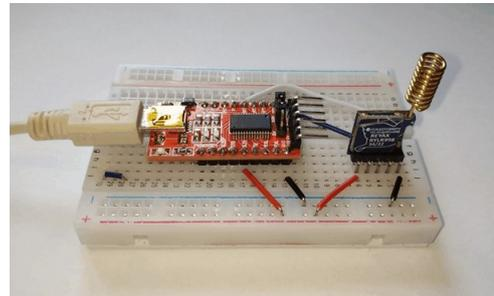

Abb. 3
**1. Weg:** Wir benutzen einen USB-UART-Konverter **mit 3,3-V-Signalen(!)** wie z. B. den FTDI232RL (s. Abb. 3). Durch diesen Konverter wird der LoRa-Baustein mit einem PC verbunden. Über diese Verbindung können wir nun mit Hilfe eines Terminal-Programms (z. B. *Hterm*) AT-Commands senden und auch Antworten vom LoRa-Baustein erhalten.
**Achtung:** Beim LoRa-Modul RYLR998 dürfen sowohl die **Versorgungsspannung** als auch die Signalspannungen **maximal 3,6 V** sein. Manche USB-UART-Wandler arbeiten mit höheren Spannungen (z. B. 5 V); diese würden unser LoRa-Modul **zerstören**. Beim FTDI 232RL können wir mit Hilfe eines Jumpers (in der Abb. 3 zwischen dem IC und der Stiftleiste) die Spannung 3,3 V bzw. 5,0 V wählen. In der Abb. 3 ist der Jumper für die Spannung 3,3 V eingesteckt worden.